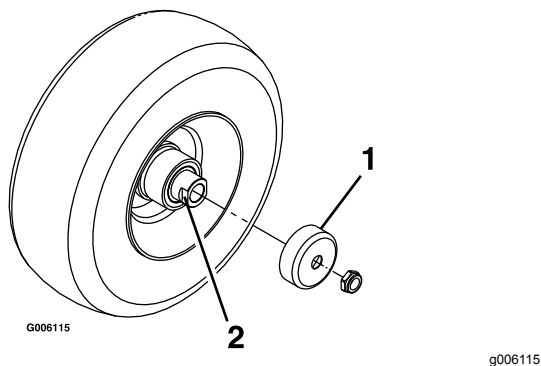

Bild 40
4. Entfernen Sie die Dichtungsabdeckungen von der Radnabe (**Bild 40**).